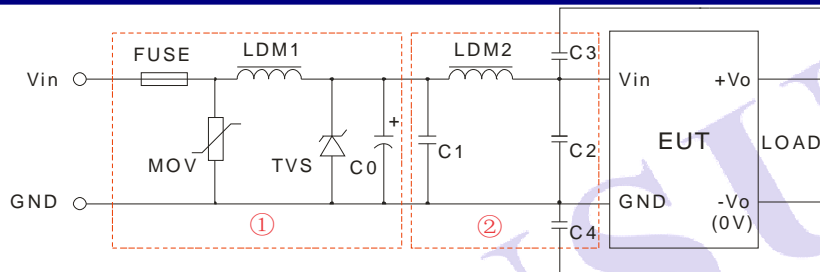

图 1
脉冲群抗扰度	IEC/EN61000-4-4 $\pm 2\text{KV}$ perf. Criteria B (外围电路如图 1-①)
浪涌抗扰度	IEC/EN61000-4-5 $\pm 2\text{KV}$ perf. Criteria B (外围电路如图 1-①)
- 注：1.图 1 中第①部分用于 EMS 测试；第②部分用于 EMI 滤波，可依据需求选择。